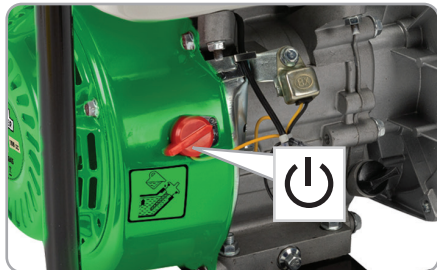

Fig.11
- Rotiti intrerupatorul motorului pe pozitia PORNIT (fig.11).